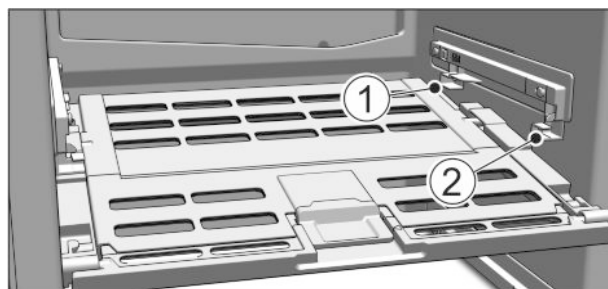

Fig. 16
- ▶ Nasazení víka přihrádky na ovoce a zeleninu: Výstupky víka zaveďte zdola do zadních držáků Fig. 16 (1) a vpředu zaklesněte do držáku Fig. 16 (2).